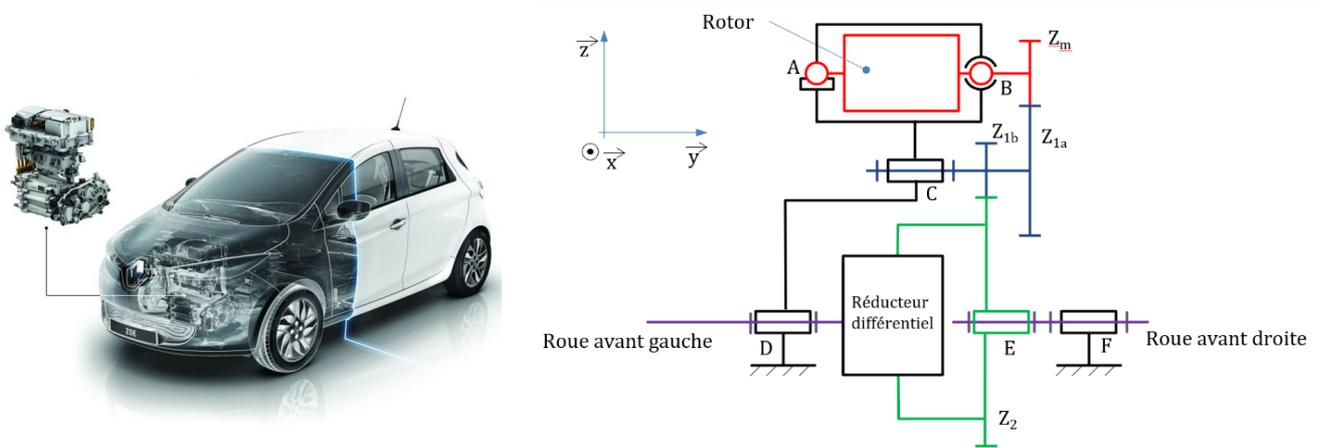

Figure 1
La **figure 1** illustre la modélisation cinématique du moteur électrique de la Renault ZOE équipé de son réducteur à engrenages. Le pignon Z_m est cinématiquement lié au rotor. Le réducteur mécanique est constitué de deux engrenages Z_m/Z_{1a} et Z_{1b}/Z_2 . Dans cette étude, le réducteur différentiel est considéré comme inactif, ce qui veut dire que les roues avant sont cinématiquement liées avec l'engrenage Z_2 .
1. Pour le schéma cinématique de la figure 1, la liaison pivot (Rotor + pignon Z_m)/Bâti est modélisée par des liaisons en parallèle de type :
2. Pour le schéma cinématique de la figure 1, le torseur cinématique de la liaison pivot au point D est de la forme :
3. Sur le schéma cinématique de la figure 1, pour $Z_m = 23$ dents, $Z_{1a} = 51$ dents, $Z_{1b} = 14$ dents et $Z_2 = 59$ dents, le rapport de réduction du réducteur, noté r , est égal à :